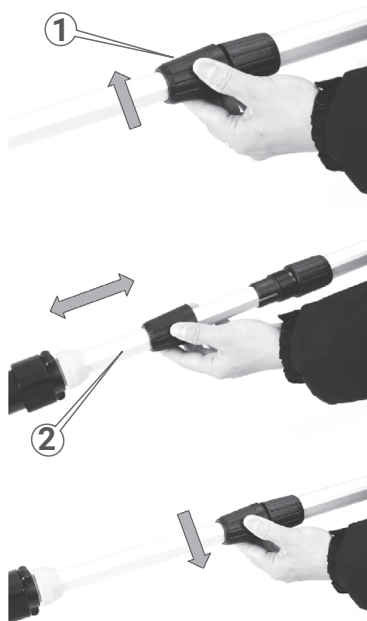

Рисунок 4. Схема регулювання довжини телескопічної опори.
- послабити цанговий фіксатор (1, рис. 4), повернувши його за годинниковою стрілкою;
- відрегулювати довжину опори для комфортної роботи з виробом, розкладаючи або складаючи опору на необхідну довжину (2, рис. 4);